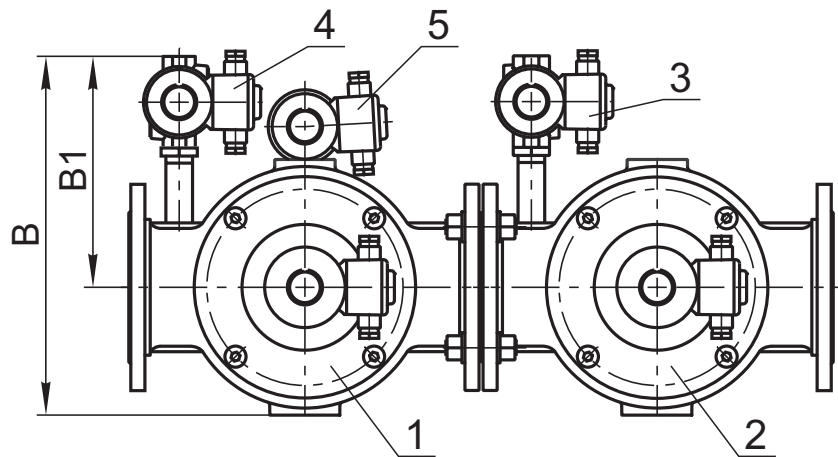

Рис. 22-19
Клапаны свечи безопасности и запальной горелки могут располагаться справа по ходу газа (рис. 22-18) или слева (рис. 22-19).
* Габаритный размер «В» (ширина) приведен для правого исполнения блоков (рис. 22-18). Для левого исполнения блоков (рис. 22-19) данный размер необходимо уменьшить на 75 мм.